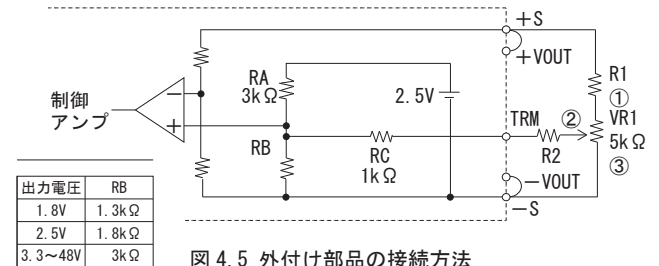

図 4.5 外付け部品の接続方法
- ポリューム（VR1）と抵抗（R1, R2）を図4.5のように接続することで出力電圧を可変できます。ポリュームは右回転で①-②間の抵抗値が小さくなるように接続すれば、出力電圧は高くなります。表4.2に外付け部品推奨値を示します。これ以外の条件でご使用の場合は、当社までお問い合わせください。